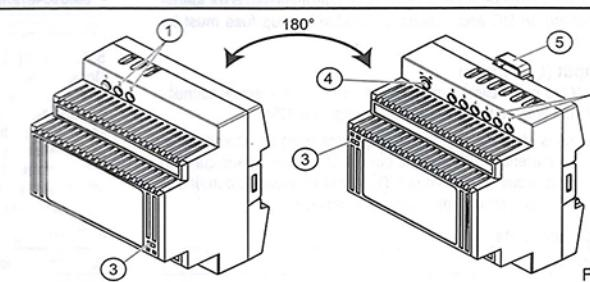

Fig. 1
2. Installation (Fig. 1, 2)
- ① AC Input
- ② DC Output
- ③ LED DC OK
- ④ Potentiometer 11,2 -14,2 V DC
- ⑤ Universal snap-on foot for EN DIN rails.
- ① Entrée Secteur AC
- ② Sortie alimentation DC
- ④ Potentiomètre 11,2 -14,2 V DC
- ⑤ Fixation pour Rail DIN.
4. Input (①, Fig. 1)
4. Entrée (①, Fig. 1)